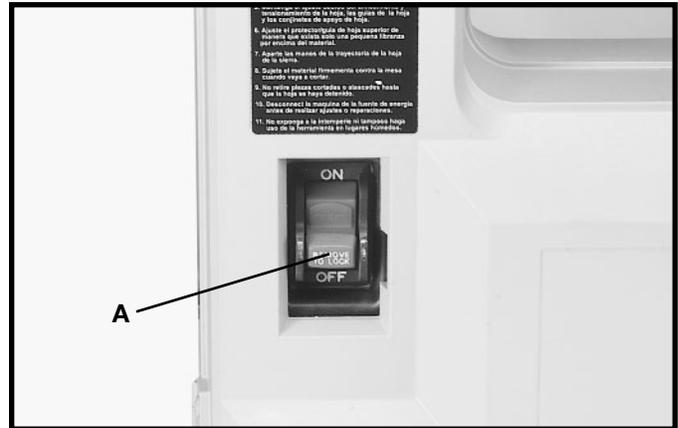

Fig. 15
L'interrupteur (A) fig. 15 est situé sur le devant de la scie à ruban. Pour mettre la scie en marche, relevez le bouton (A) de l'interrupteur à la position «ON» (MARCHÉ). Pour arrêter la scie, abaissez le bouton (A) de l'interrupteur à la position «OFF» (ARRÊT).